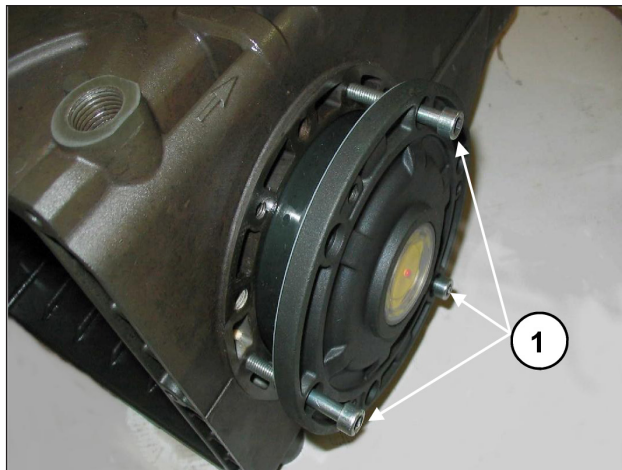

Fig. 8
Antes de montar as coberturas laterais, certifique-se da presença dos anéis circulares de vedação em ambos os anéis de calço somente sobre a cobertura lateral da luz. Para facilitar a entrada da primeira seção e da relativa inserção das coberturas no carter, aconselha-se o uso de três parafusos M6 x 40, parcialmente rosqueados, (Fig. 8, pos. ①) para, em seguida, completar a operação com os parafusos fornecidos (M6x16).